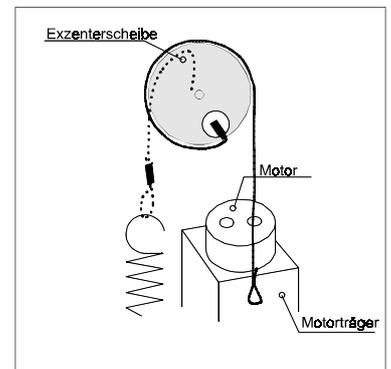

Bild 6-3 Seil 3
- Seil 3 (Exzentrerscheibe->Antriebsmotor) (Bild 6-3)